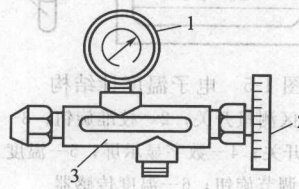

图 1-7 二通修理阀结构示意图
(1) 二通修理阀 二通修理阀又称直角阀,是简单而常用的修理阀。它共有 3 个连接口;与阀门开关旋钮平行的连接口和压缩机的修理工艺管相接;与阀门开关垂直的两个连接口,一个固定安装真空压力表,另外一个在抽真空时接真空泵的抽气孔,充注制冷剂时连接钢瓶。图 1-7 所示为二通修理阀的结构示意图。